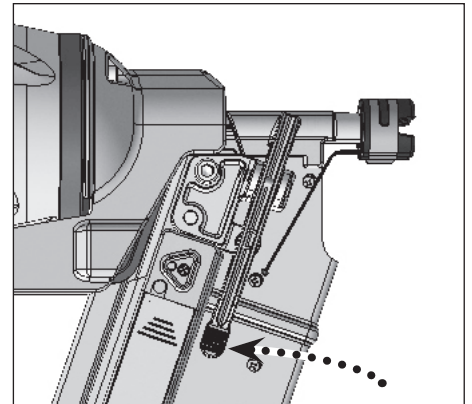

Figure 24 - Levier de buse à dégagement rapide
3. Enfoncer le levier sur la Buse à dégagement rapide (BDR) pour désengager la partie sur le corps de la buse (voir la Figure 24).